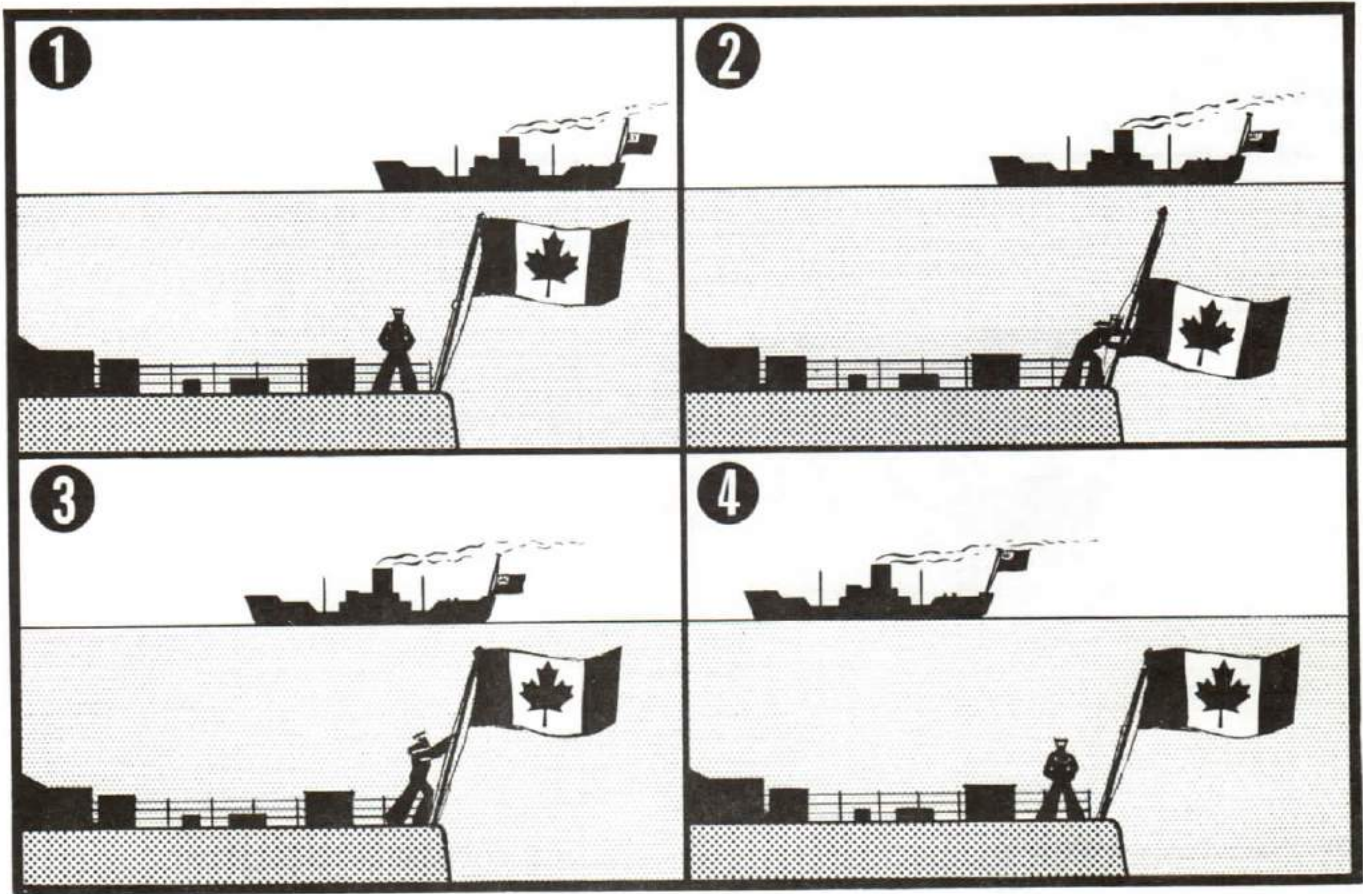

Figure 2-1
6. If, in harbour, you notice a merchant vessel dip and there is no one manning your Ensign, you should do so immediately. When a ship has extended the courtesy of a salute, it would certainly be unmannerly not to reply. See Figure 2-1.
6. À quai, si vous remarquez qu'un navire marchand vous salue du pavillon et qu'il ne se trouve personne à proximité de votre pavillon pour répondre, faites-le vous-même immédiatement. En effet, lorsqu'un autre navire fait preuve de courtoisie, il serait malséant de ne pas lui répondre (voir la figure 2-1).